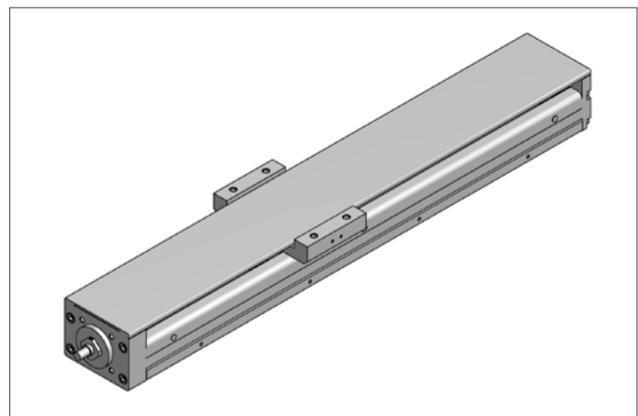

Bild 5.12 — AXBG mit Abdeckblech
- Optimaler Schutz der innenliegenden Führungs- und Antriebs Elemente durch den optionalen Einsatz von Abdeckblechen (Bild 5.12)